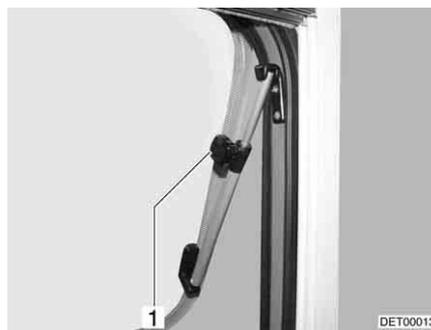

Fig. 46 Ventana abatible con soportes giratorios, abierta
- Abrir la ventana abatible hasta la posición deseada y fijarla con el botón moleteado (Fig. 46,1).
- Girar el botón moleteado (Fig. 46,1) hasta que se libere el bloqueo.